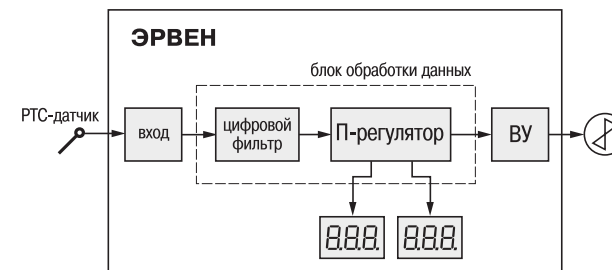

Рис. 2
3.3.1. Функциональная схема прибора приведена на рис. 2.